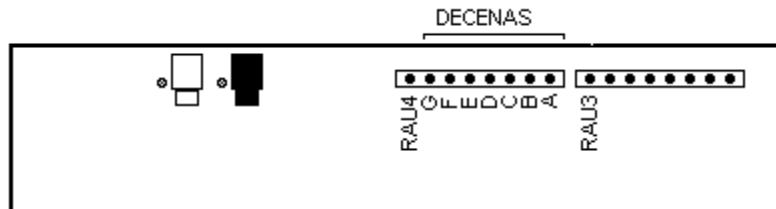

Figura 47
- 2 salidas dedicadas RAU3 y RAU4 (Figura 47): si se configuran con función 0, emiten mandos I7S3H e IMP3H, respectivamente (ver sección “Conexión de accesorios”)
- 7 salidas dedicadas correspondientes a los segmentos A .. G de la bornera “Decenas” (Figura 47): la configuración de estas salidas se habilita